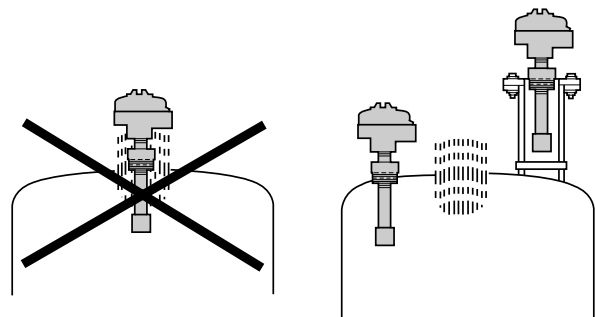

Figura 2
4. Evite instalar el detector en aberturas en la parte superior del tanque que expulsan aire caliente o vapores. A menudo, los límites entre los vapores y el aire exterior representan declives de impedancia acústica que pueden causar reflexiones de sonido problemáticas. En estas instalaciones, el detector debe montarse alejado de la abertura del tanque o en un segmento de tubo, como se ilustra a continuación. Consulte la Figura 2.